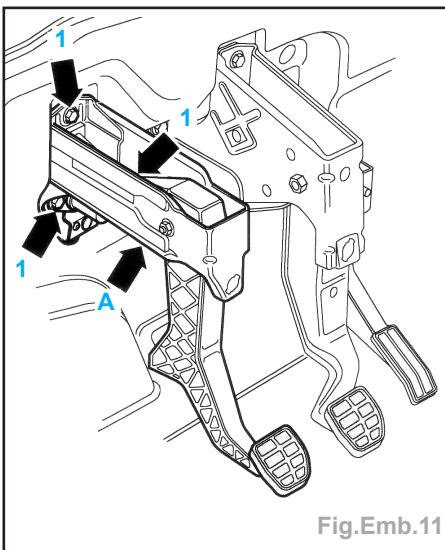

Fig.Emb.11
- Dévisser les écrous (flèches 1) et déposer l'ensemble de la pédale d'embrayage (flèche A) ainsi que le maître-cylindre d'embrayage (Fig.Emb.11).